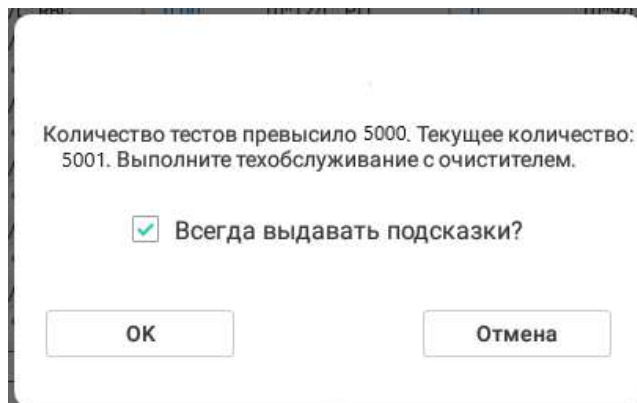

Рис. 5-10
- 1. Выполнение техобслуживания с очистителем фильтра лейкоцитов: введите значение; когда совокупное количество измерений достигнет входного значения, анализатор предложит выполнить техническое обслуживание с очистителем фильтра лейкоцитов при запуске измерения, как показано на рис. 5-10.